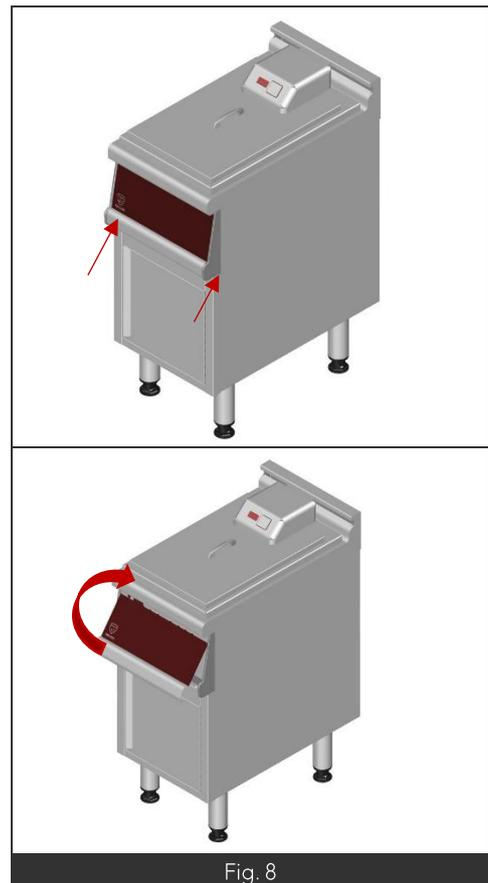

Fig. 8
- Dévisser les 2 vis situées aux extrémités du panneau situés sous les supports chromés (Fig8 flèche rouge).